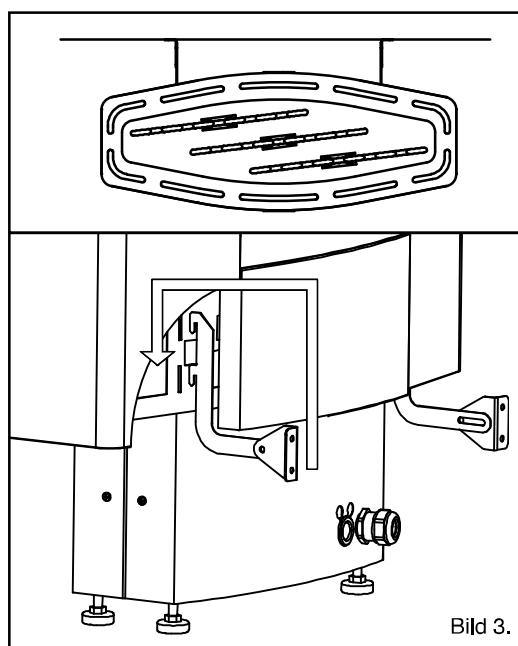

Bild 3.
- Fäst bastuaggregatet vid väggen eller laven med två stödjärn såsom bild 3 visar.